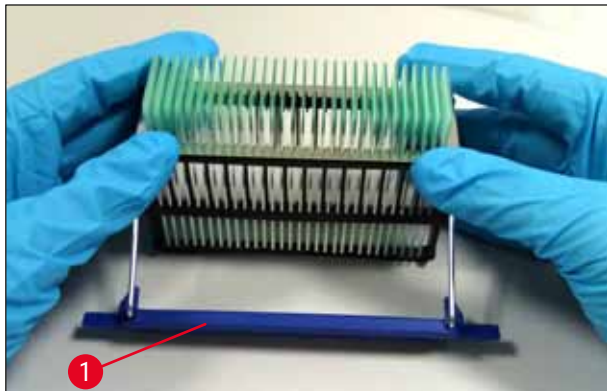

Fig. 35
3. Placer forsigtigt bøjlen over objektglasset, og sørg for, at der kun er ét objektglas i hver not i bøjlen (→ Fig. 35).
5. Tryk forsigtigt med begge hænder samtidig bøjlen fremad, indtil den går i indgreb (→ Fig. 35).